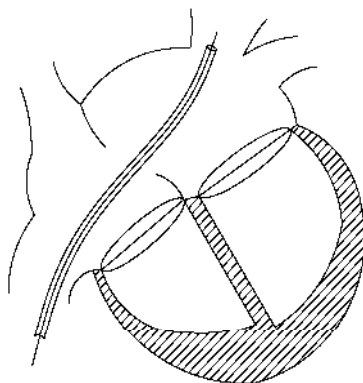

Рисунок 4 Иллюстрация доставки системы интродьюсера в сердце
• Промыть дилататор, систему интродьюсера физраствором, а затем вставить дилататор в систему интродьюсера. Продвинуть систему интродьюсера с дилататором над сменной проволокой через дефект перегородки в левую верхнюю легочную вену. Удалить сменную проволоку и дилататор (см. Рис. 4).